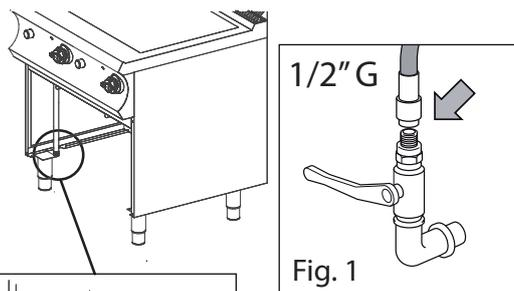

Fig. 1
2. El tubo de entrada de agua está conectado a la red de distribución mediante una llave de paso (de fácil localización y acceso por parte del operario) que habrá que cerrar cuando el aparato no está funcionando o cuando deben efectuarse operaciones de mantenimiento (Fig. 1).
Cerrar (en su caso) la válvula de alimentación de red (Fig. 1).
- Cerrar la llave de corte arriba del aparato (Fig. 1);
- Cerrar la llave de corte arriba del aparato (Fig. 1).